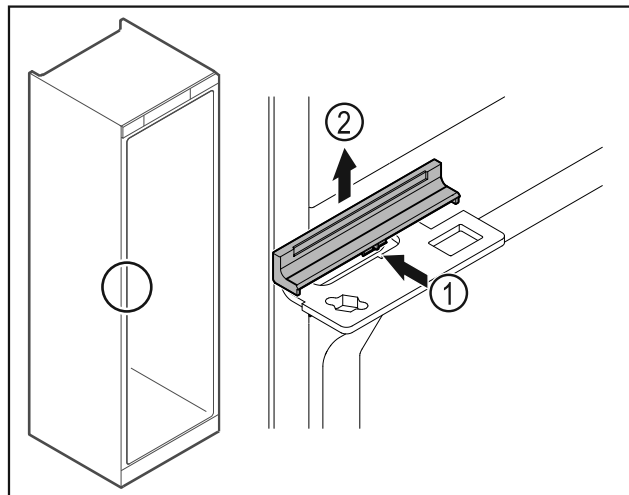

Fig. 47
- ▶ Abdeckung Fig. 47 (1) in der Mitte leicht eindrücken und nach oben abnehmen Fig. 47 (2).